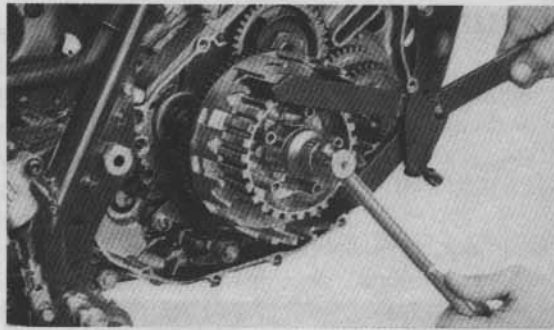
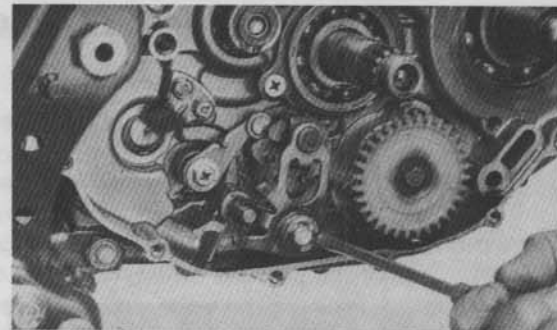

Bild 98 ►
Bild 99
- Sprengring des Schaltsegments aushebeln (Bild 98) und Segment von der Verzahnung abnehmen. Schaltwalzenarretierung (Bild 99): Feder aushängen und Schraube SW 10 lösen.